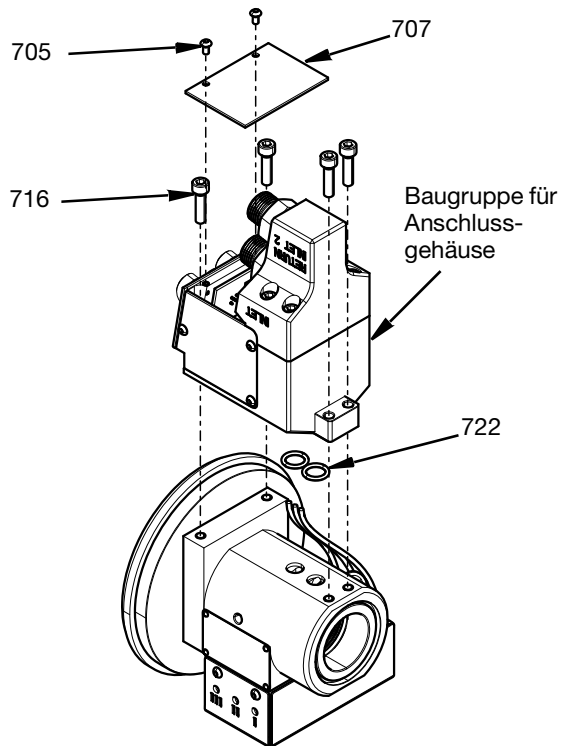

FIG. 24
- Die Anschlussgehäuse-Baugruppe ist mit vier M5-Schrauben (716) am Schwenkgehäuse befestigt. Mit 6,5 N•m (57,5 in-lbs) festziehen. Die Abdeckplatte (707) wird dann mit zwei M3-Schrauben (705) befestigt. Mit 1,35 N•m (12 in-lbs) festziehen. Gebrauchte O-Ringe (722) sollten vor dem Wiederausammenbau durch neue O-Ringe ersetzt werden. Siehe FIG. 24